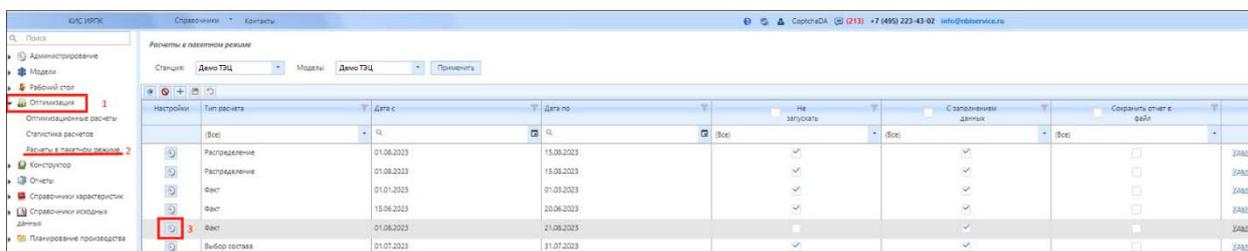

Рисунок 4.7.44 – Настройка отчета в пакетном режиме
1. выбрать в модуле «Оптимизация» (1) (рис. 4.7.44) строку (2) «Расчеты в пакетном режиме» (рис. 4.7.44);
2. после выбора станции и модели необходимо нажать кнопку «Применить» (рис. 4.7.44) и заполнить столбцы «Тип расчета», «Дата с», «Дата по», чек-боксы: «Не загружать», «С заполнением данных», «Сохранить отчет в файл», как это показано на рис. 4.7.44;
3. нажать кнопку (3) «Дополнительные настройки» (рис. 4.7.44);